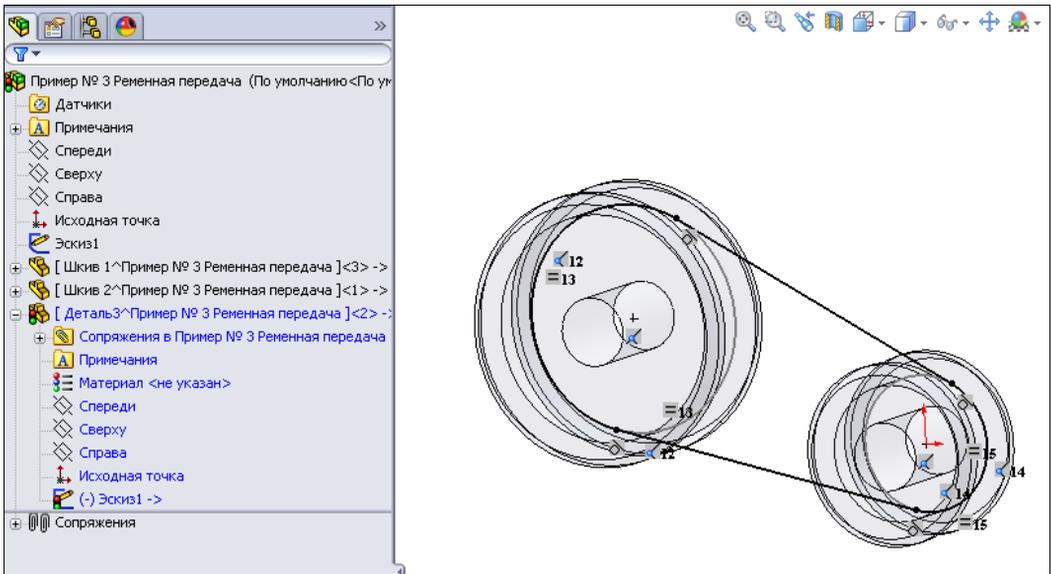

Рис. 6.78
16. Удалим дуги окружностей, не участвующие в формировании геометрии ремня (внутренние части дуг) (рис. 6.78).